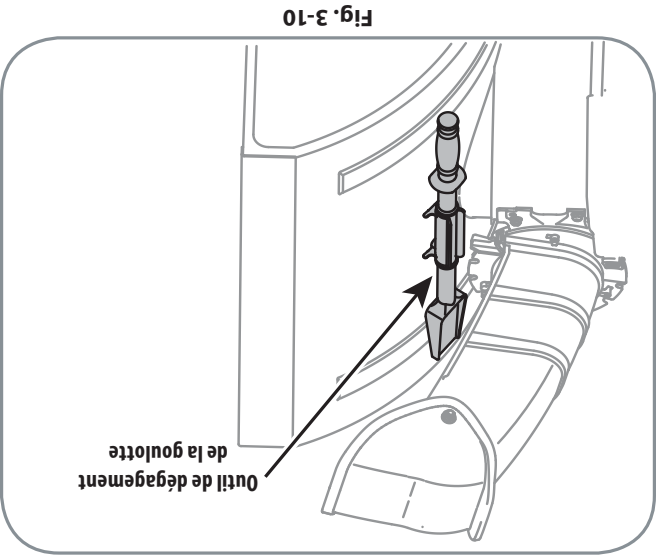

Fig. 3-10
- Un outil de dégagement de la goulotte est maintenu sur le dessus de l'habitacle de la tarrière avec une attache. L'outil sert à dégager une goulotte bouchée. Voir la Figure 3-10. Consultez le chapitre «Utilisation de la souffluse» pour plus de renseignements concernant cet outil de dégagement de la goulotte.